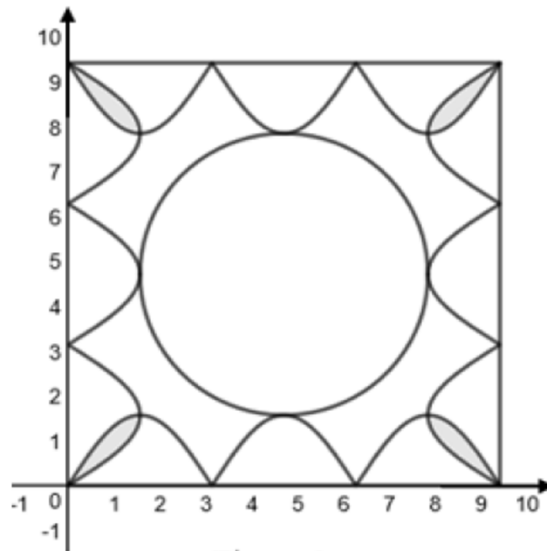

Figura 2
1. Per ottenere la decorazione, occorre che le curve su due lati consecutivi si intersechino nel loro punto di massimo più vicino al vertice della cornice. Verifica che tale richiesta è soddisfatta per $k = \frac{\pi}{2}$. La decorazione presenta delle "foglie" (colorate in grigio in figura 2) in corrispondenza dei quattro vertici. L'artigiano vuole rivestire queste quattro regioni con una polvere ceramica. Determina l'area, espressa in dm^2 , della superficie da ricoprire.
1. Per ottenere la decorazione, occorre che le curve su due lati consecutivi si intersechino nel loro punto di massimo più vicino al vertice della cornice. Verifica che tale richiesta è soddisfatta per $k = \frac{\pi}{2}$. La decorazione presenta delle “foglie” (colorate in grigio in figura 2) in corrispondenza dei quattro vertici. L’artigiano vuole rivestire queste quattro regioni con una polvere ceramica. Determina l’area, espressa in dm^2 , della superficie da ricoprire.